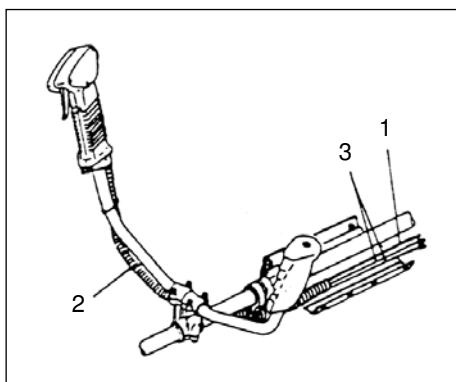

Fig.1-3B
För in kortslutningskablarna (3) och gasspjällets ledning (1) genom skyddsröret (2) och frigör därefter ändkudden. (Fig. 1-3B)